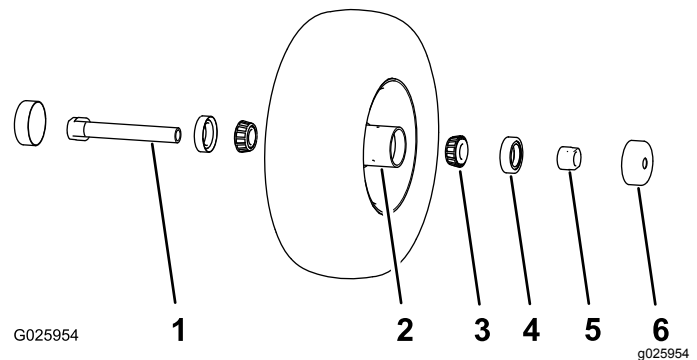

Figura 29
1. Retire los 2 protectores de los retenes del buje de la rueda (Figura 29).
2. Retire 1 de las tuercas espaciadoras del eje de la rueda giratoria (Figura 29).
**Nota:** Observe que las tuercas espaciadoras llevan adhesivo de roscas para pegarlas al eje (Figura 29).
3. Retire el eje (con la otra tuerca espaciadora aún montada en el mismo) del conjunto de la rueda giratoria (Figura 29).
4. Haga palanca para extraer las dos juntas de cojinete (Figura 29).
5. Retire ambos cojinetes e inspecciónelos en busca de desgaste o daños (Figura 29).
1. Introduzca un cojinete en el buje de la rueda (Figura 29).
2. Introduzca el retén del cojinete en el buje en el cojinete (Figura 29).
- C. Enrosque la tuerca del eje, con los segmentos planos para llave inglesa hacia fuera, en el extremo del eje que está preparado con el adhesivo de roscas (Figura 29).
4. Introduzca el eje con la tuerca montada en él en la rueda, en el lado que contiene el retén nuevo y el cojinete (Figura 29).
6. Introduzca el otro cojinete y un retén nuevo en la rueda (Figura 29).
9. Instale los protectores de los retenes sobre el buje de la rueda (Figura 29).